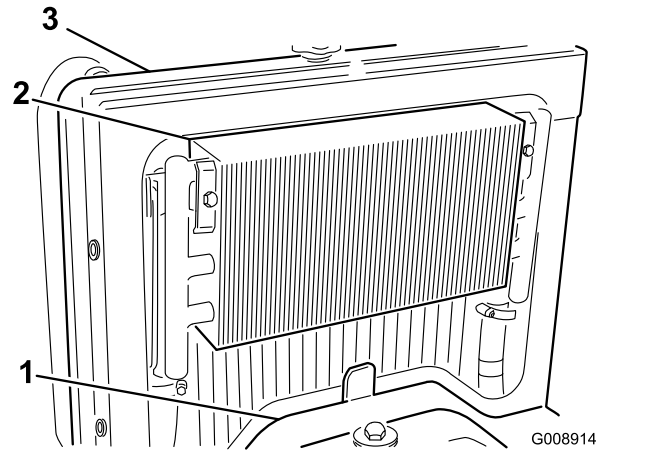

Bild 58
2. Entfernen Sie die Zugangsplatte (**Bild 58**).